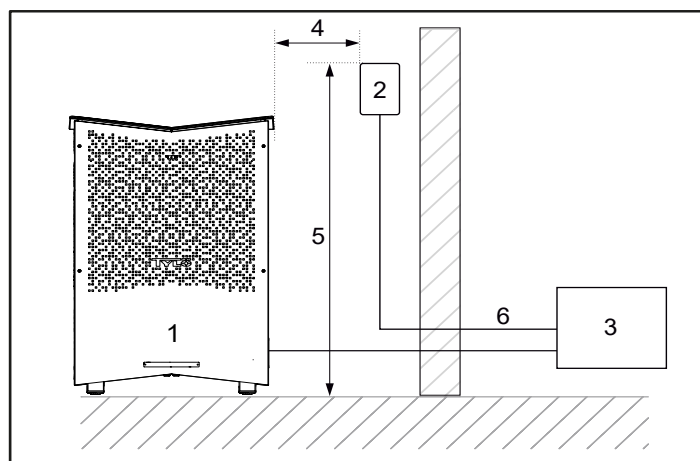
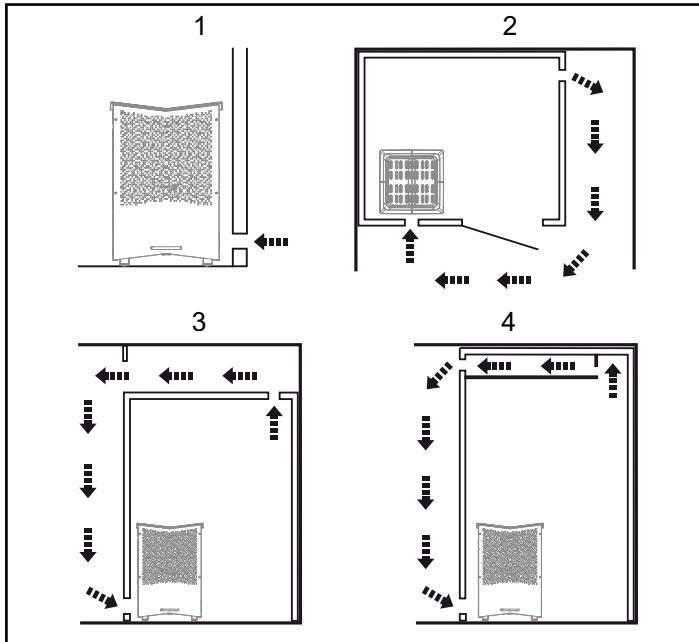

Abbildung 5: Sicherheitsabstand/Montagehöhe, Bedienpanel
Abbildung 6: Positionierung der Be- und Entlüftungsöffnungen
- Planen Sie die Positionierung des Bedienpanels (zulässige Positionen können Sie der beiliegenden Anleitung für das Bedienpanel entnehmen). Ziehen Sie auch den Abschnitt „Bedienpanel“, Abbildung 5, zu Rate.
Das Bedienpanel kann in einem Tylö-Saunaraum oder einem selbst gebauten Saunaraum mit korrekter Belüftung platziert werden, der gemäß der von Tylö empfohlenen Belüftung arbeitet (Prinzip der natürlichen Belüftung). Lesen Sie die Abschnitte „Positionieren der Belüftungsöffnung“ und „Positionieren der Entlüftungsöffnung“ in dieser Anleitung, Abbildung 6. Das Bedienpanel muss immer außerhalb des Saunaraums platziert werden, wenn diese Anforderungen nicht erfüllt sind. Wenn Sie das Bedienpanel in einer Saunakabine installieren, muss es unter Berücksichtigung der Sicherheitsabstände und der Installationshöhe positioniert werden (siehe Abbildung 5).
- im größtmöglichen Abstand zur Belüftungsöffnung, also beispielsweise schräg gegenüber (siehe Abbildung 6).
- hoch oben an der Wand oder in der Decke (siehe Abbildung 6).